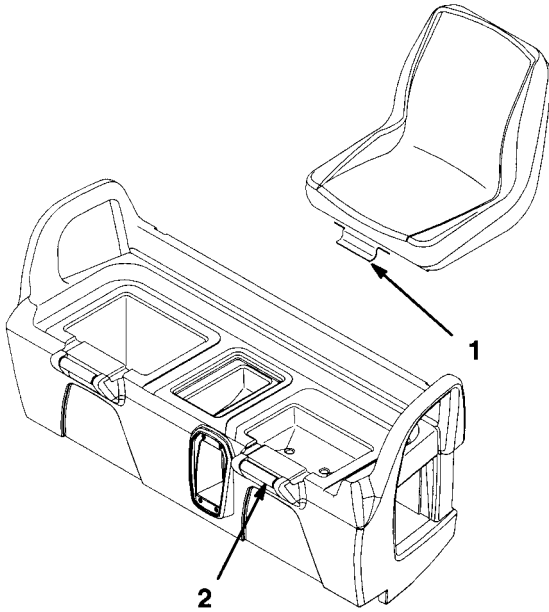

図6
1. シートベースのスリットにシートブラケットを差し込んで座席を前に倒す（図6）。